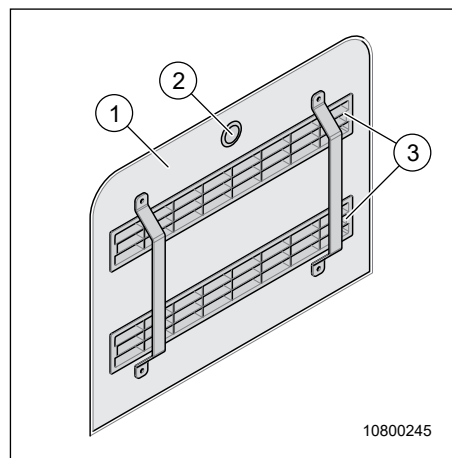

Fig. 49 Portillon du chauffage
→ Placer des objets devant ou recouvrir la grille de ventilation (Fig. 49, pos. 3) cause une surchauffe et cause des dégâts aux composants avoisinants.
- Ouvrir le portillon (Fig. 49, pos. 1) en poussant sur la fermeture push-lock (Fig. 49, pos. 2).